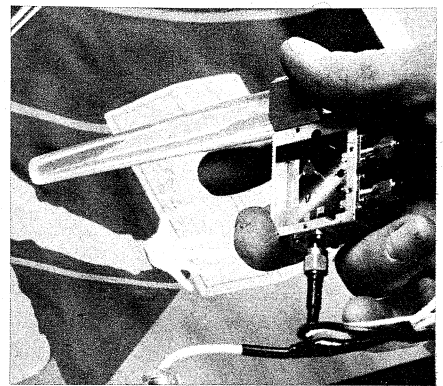

Bild 4. Miniradargerät für den Gebäudeschutz und für die Geschwindigkeitskontrolle, entwickelt im Zentrallaboratorium Hamburg
**Mini-Radaranlage:** Zum Schutz von Gebäuden gegen unbefugte Eindringlinge oder zur Geschwindigkeitsüberwachung entwickelte das Zentrallaboratorium Hamburg ein Mini-Radargerät mit dielektrischer Antenne (Bild 4). Die Mullard Research Laboratories zeigten ein ebenfalls sehr kleines X-Band-Radargerät für die Flugfeldüberwachung. Der